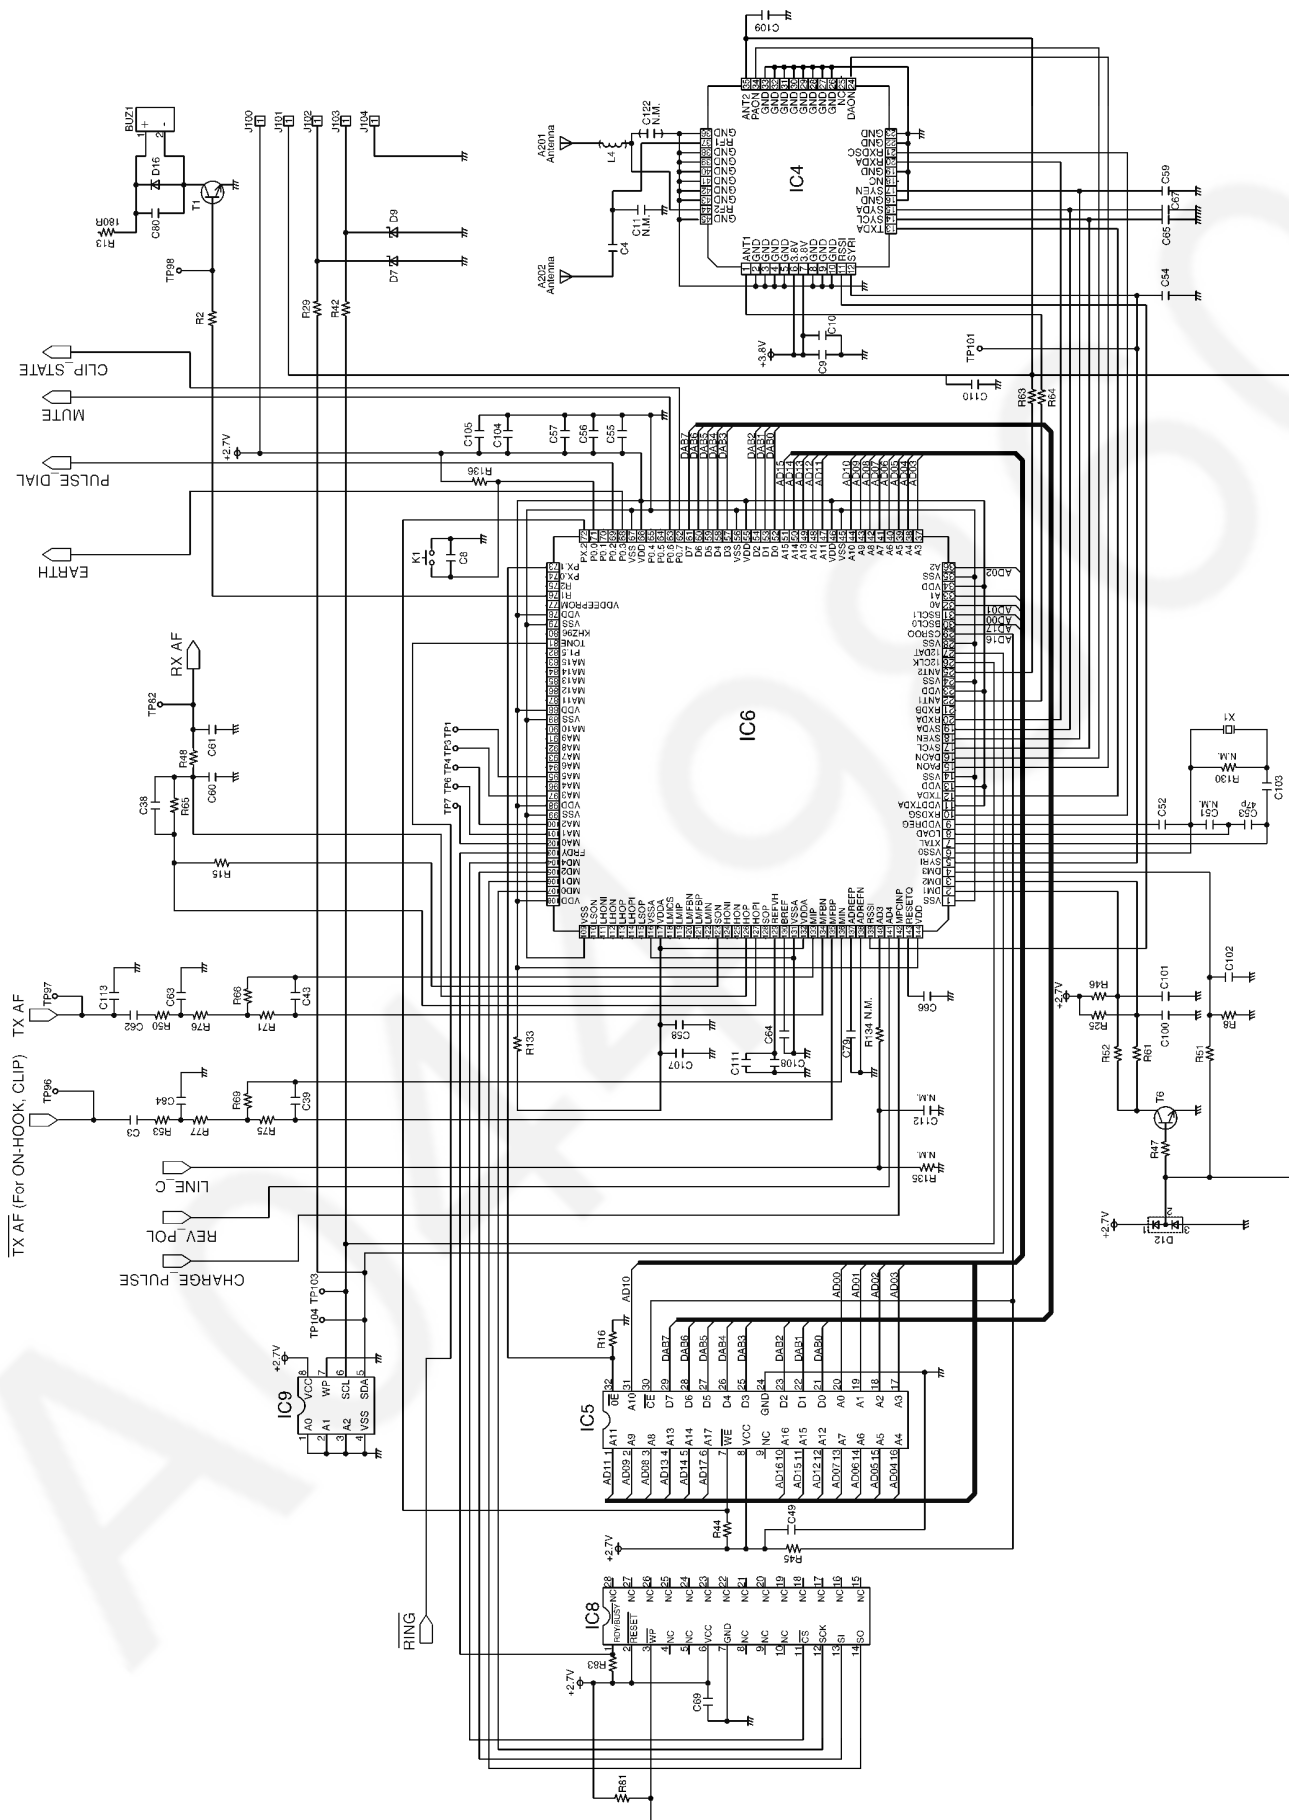

Fig. 18
6.1.3. FLASH PROM (SEE Fig. 18)
6.1.4. EEPROM (SEE Fig. 18)
6.1.6. CLOCK GENERATION (SEE Fig. 18)
6.1.7. LOCATOR KEY (SEE Fig. 18)
6.1.8. FACTORY SERIAL PORT (SEE Fig. 18)
6.1.9. BUZZER CIRCUIT (SEE Fig. 18)
6.1.10. AUDIO PATH-RX AUDIO-LINE INPUT (SEE Fig. 18)
6.1.11. AUDIO PATH - TX AUDIO - LINE OUTPUT (SEE Fig. 18)